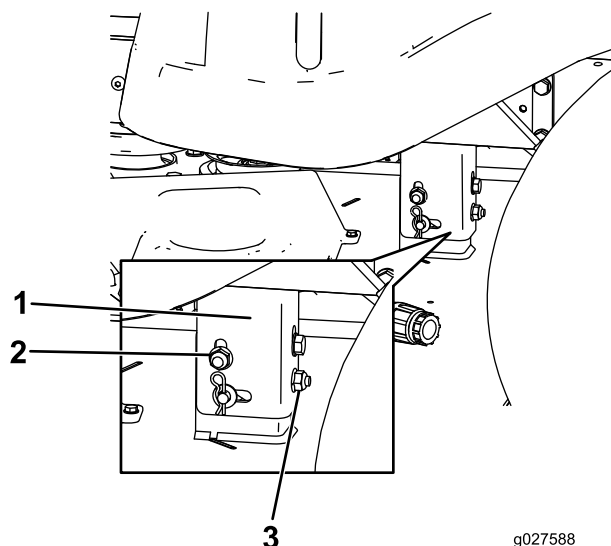

**Figura 51**
4. Gire cuidadosamente las cuchillas hasta que estén todas orientadas lateralmente (Figura 51).
5. Mida entre los bordes de corte exteriores y la superficie plana (Figura 51). Si hay una diferencia de más de 5 mm entre ambas dimensiones, se requiere un ajuste; siga con este procedimiento.